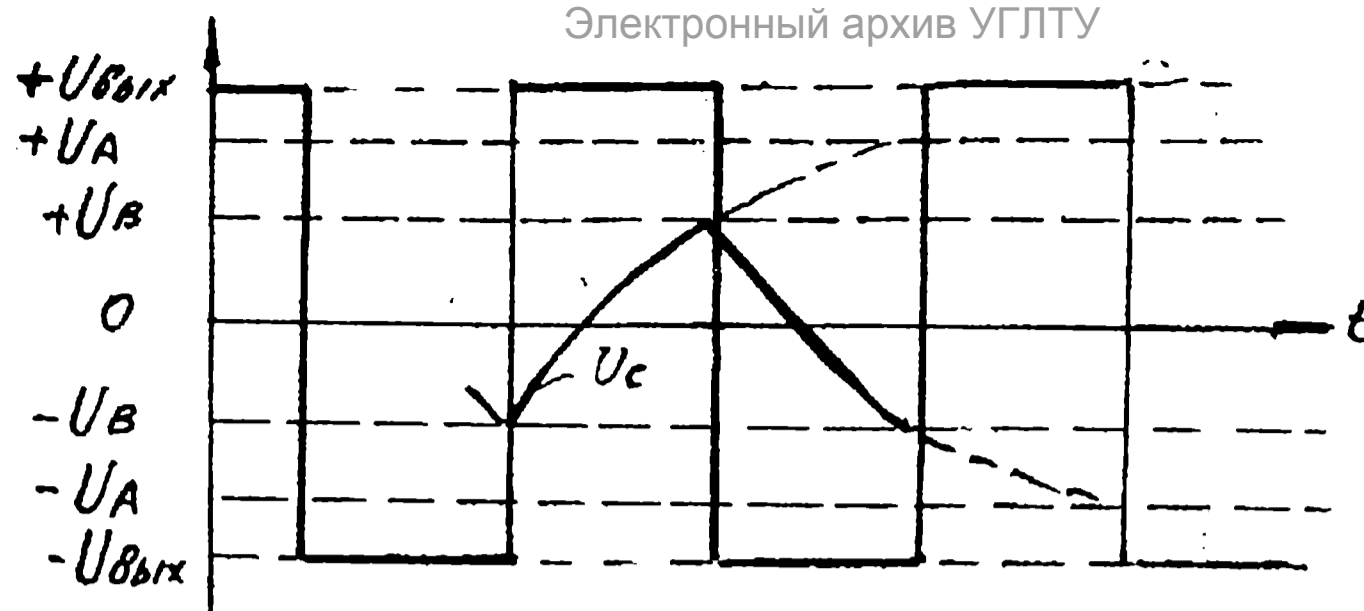

Рис. 24. Временные диаграммы генератора
Нарастание и спад напряжения U_C происходит по экспоненциальному закону, как показано на временных диаграммах (рис. 24).
Сопротивления резисторов должны быть подобраны таким образом, чтобы $[U_A] > [U_B]$ - это необходимое условие работы генератора. Связь между частотой и параметрами генератора можно выявить из уравнений (1) или (2). Согласно рис. 24 напряжение на конденсаторе достигнет величины $(U_A - U_B)$ относительно уровня $-U_A$ через время $t = \frac{T}{2}$. Поэтому, полагая, что $t = \frac{T}{2}$ в выражении (2),